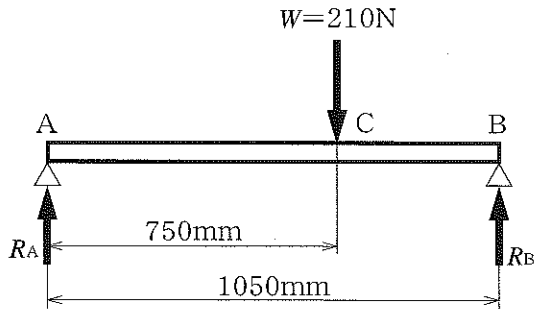

図6
- (1) 断面積 $A$ は何 $\text{mm}^2$ になるか。
- (2) 材料に生じる引張応力 $\sigma$ は、何MPaになるか。
- (3) 伸び $\Delta l$ が0.36mmのとき、縦ひずみ $\varepsilon$ は何%になるか。ただし、答は小数第4位を四捨五入し小数第3位まで求めなさい。
- (4) 縦弾性係数 $E$ は何GPaになるか。
- 7 図6のような、1つの集中荷重 $W$ を受ける両端支持ばりがある。次の各問に答えなさい。